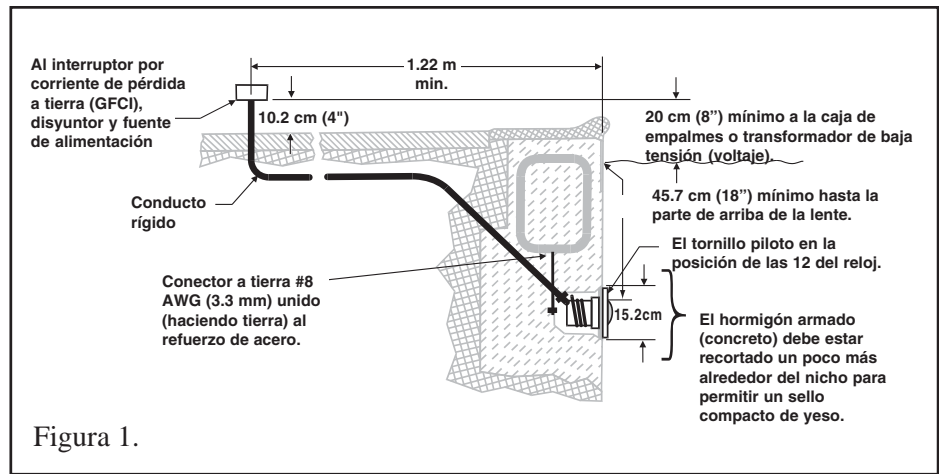

Figura 1.
A. Antes de instalar el accesorio portalámparas, el electricista debe haber completado los siguientes pasos de preparación, ver la figura 1.
- b. La caja de conexiones (o, para los modelos de 12 voltios, el transformador de bajo voltaje) debe estar colocada al menos a 20 centímetros (8 pulgadas) sobre el nivel del agua y debe estar colocada al menos a 10 centímetros (4 pulgadas) sobre el nivel de tierra al menos un metro veintidós centímetros (48 pulgadas) del borde de la piscina, vea la figura 1.
- d. El nicho en húmedo debe estar correctamente instalado de manera que el tornillo piloto se encuentre en la posición de las 12 del reloj y que el borde superior del lente de la lámpara subacuática se encuentre a un mínimo de 45.7 cm (18 pulgadas) por debajo de la superficie del agua de la piscina; vea la figura 1.
- e. El nicho mojado está unido eléctricamente en la forma correcta y conectado a tierra a través del conector a tierra Núm. 8 AWG (3.3 mm) ubicado en la parte trasera del nicho, vea la figura 1.
1. Pasar el cordón a través del tubo para paso de cables eléctricos a la caja de conexiones, dejar un mínimo de 1.22 metros (4 pies) de cable en el portalámparas para enrollar alrededor de la luz; ver figura 1. Este metro y veintidós centímetros (4 pies) de cable alrededor de la luz permitirán darle servicio cuando la piscina ya esté llena de agua.
- b. La caja de conexiones (o, para los modelos de 12 voltios, el transformador de bajo voltaje) debe estar colocada al menos a 20 centímetros (8 pulgadas) sobre el nivel del agua y debe estar colocada al menos a 10 centímetros (4 pulgadas) sobre el nivel de tierra al menos un metro veintidós centímetros (48 pulgadas) del borde de la piscina, ver figura 1.
- e. El nicho está unido eléctricamente en la forma correcta y conectado a tierra a través del conector a tierra Núm. 8 AWG ubicado en la parte trasera del nicho, ver figura 1.